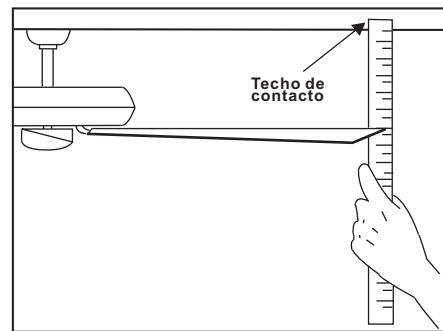

Figura 17
2. La mayoría de ventilador de tambalea tienen los problemas cuando los niveles de hoja son desiguales. Compruebe este nivel seleccionado un punto en el techo por encima de la punta de una de las palas. Medir esta distancia como se muestra en la Figura 17. Girar el ventilador hasta la próxima hoja para la medición. Repita este procedimiento para cada hoja. La distancia debe ser igual dentro de 1/8".